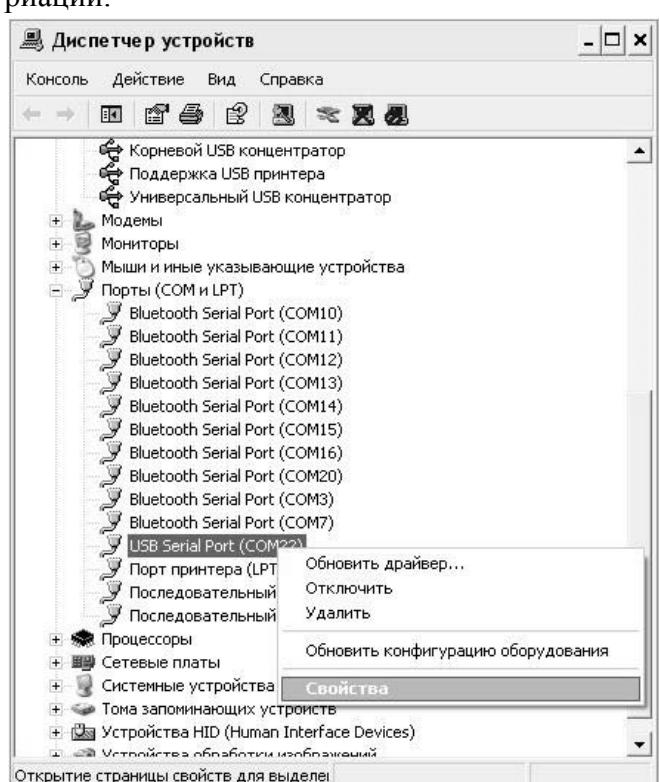
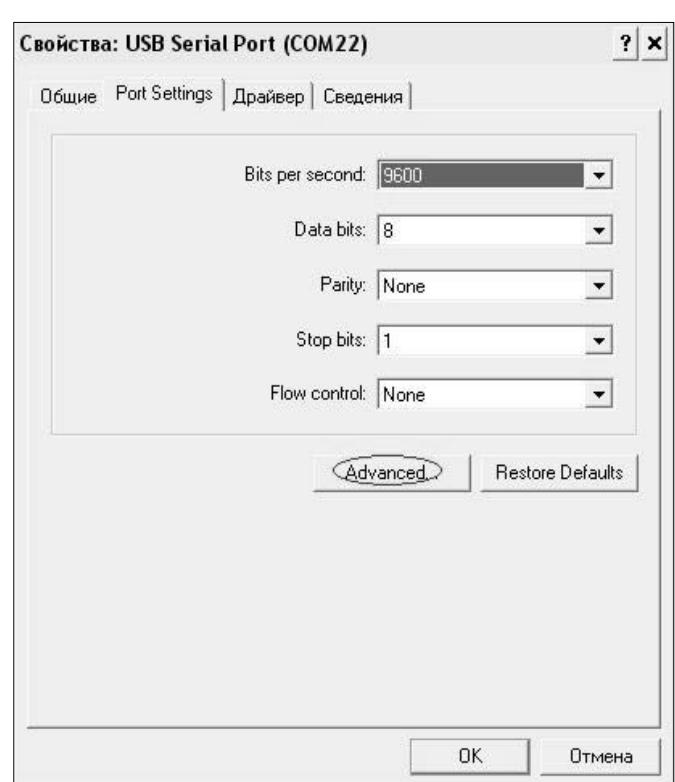

Рисунок 2.6 – Окно диспетчера устройств
Рисунок 2.7 – Окно свойств USB-порта
- найти строку «USB Serial Port (COM №)», в скобках указан номер СОМ-порта, если номер в скобках «1» настройка завершена - ничего менять не нужно, если номер не «1» необходимо вызвать окно свойств «USB Serial Port (COM №)» (правой клавишей мыши щелкнуть по строке USB Serial Port (COM №) и выбрать пункт меню «Свойства») (рисунок 2.6), перейти на вкладку «Параметры Окна», нажать кнопку «Дополнительно» (рисунок 2.7) и в выпадающем